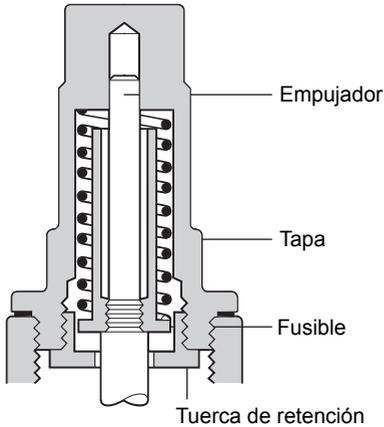

Fig. 7
- Aislar la válvula y desenroscar el cabezal Fig. 7.